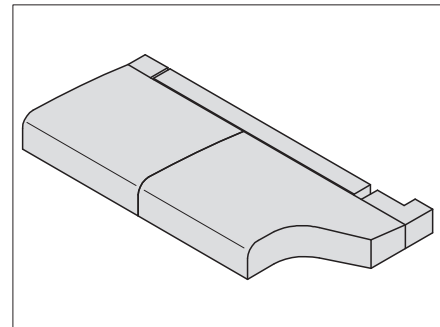
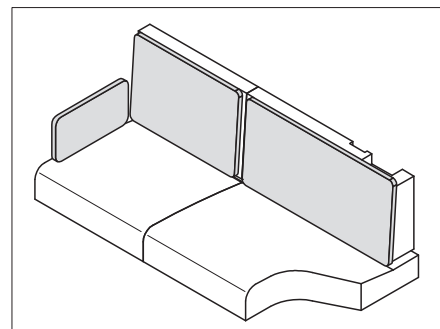

Fig. 200 Posicionar los apoyos del asiento
Fig. 202 Cojines para los apoyos del respaldo
- Colocar el cojín del asiento, el cojín del respaldo y los cojines adicionales como se muestra en Fig. 200 hasta Fig. 202.